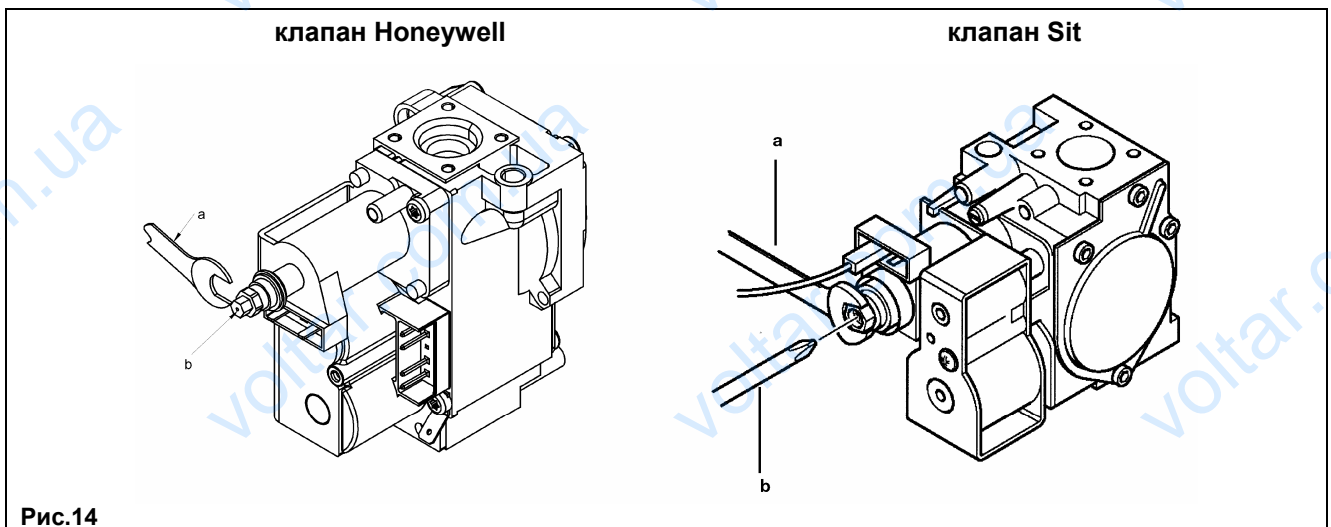

Рис.14
- Проверить давление газа на горелке согласно таблице 1 для соответствующей модели котла и соответствующего типа газа. При необходимости снять крышку модулятора и поворачивать латунный винт (винт a, рис.14) до достижения давления, указанного в таблице 1 для соответствующей модели котла и соответствующего типа газа.
- Отсоединить провод питания модулятора. Котел перейдет в режим минимальной мощности. Проверить давление газа на горелке согласно таблице 1 для соответствующей модели котла и соответствующего типа газа. При необходимости и поворачивать винт (винт b, рис.14) до достижения давления, указанного в таблице 1 для соответствующей модели котла и соответствующего типа газа.